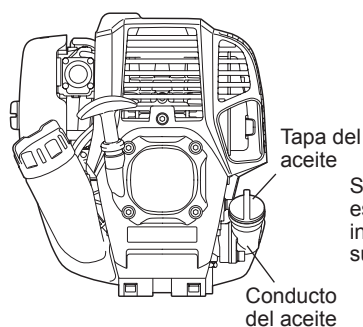
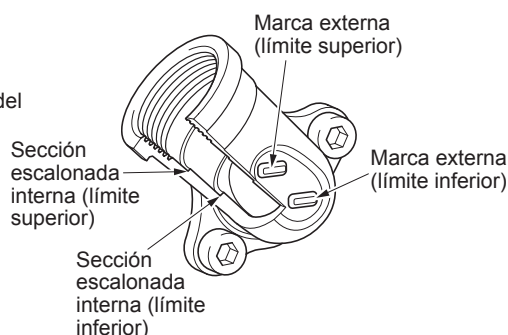

Fig. 1
Fig. 2 Conducto del aceite
- Ajuste el nivel del motor, quite la tapa del aceite (Fig. 1) y verifique si el aceite se encuentra o no dentro del rango entre las marcas de los límites superior e inferior del conducto del aceite (Fig. 2).